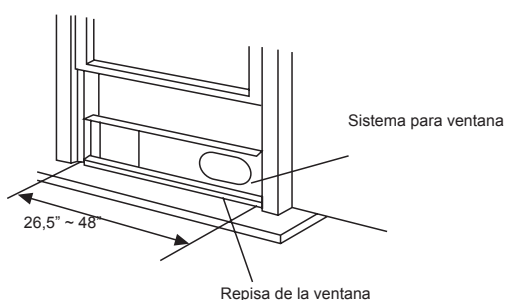

Fig. 11
2. Coloque el kit deslizante de la ventana en la repisa. Ajuste la longitud del kit deslizante al ancho de la ventana, disminuya el kit ajustable si el ancho de la ventana es inferior a 68,5 cm. Abra la ventana e instale el kit deslizante sobre la repisa. Fig. 11.